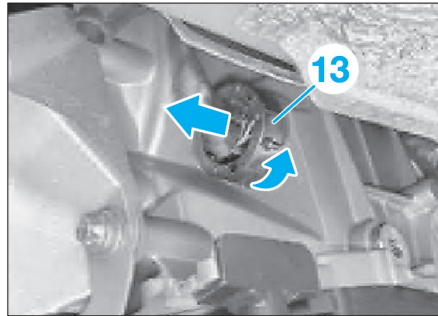

Fig. 12
- Déverrouiller et retirer le connecteur (13) par un mouvement de rotation (Fig.12).